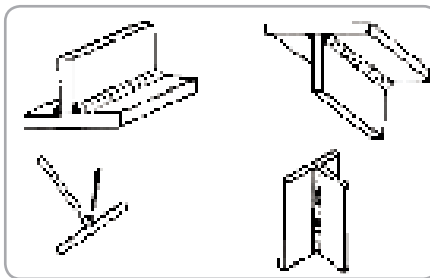

Fig.18
- pentru îmbinările cu cusături în relief (fig.18):